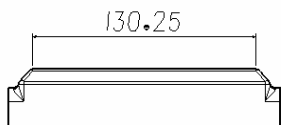

图 6-343
- » 步骤02 标注单个长度, 可以直接单击线条, 如图 6-343 所示。